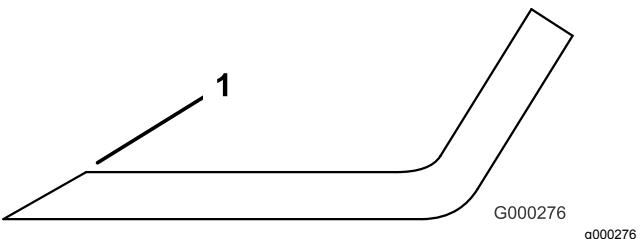

Bild 112
3. Untersuchen Sie die Schnittkanten aller Messer. Schärfen Sie alle stumpfen und ausgekerbten Schnittkanten. Schärfen Sie nur die Oberseite der Schnittkanten und behalten dabei den ursprünglichen Schnittwinkel bei, um die Schärfe des Messers zu gewährleisten (Bild 112). Das Schnittmesser behält seine Auswuchtung bei, wenn von beiden Schnittkanten die gleiche Materialmenge entfernt wird.